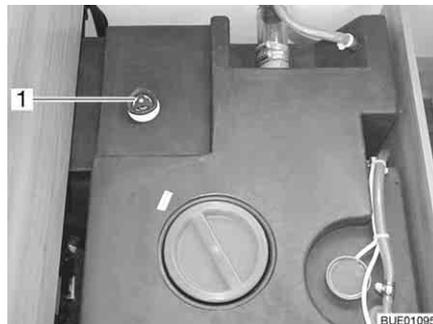

Bild 171 Wassertank mit Drehgriff
- Auf dem Wassertank den Drehgriff (Bild 171,1) entgegen dem Uhrzeigersinn über den Widerstand hinaus bis zum Anschlag drehen, um die Ablauf-öffnung vollständig zu öffnen.